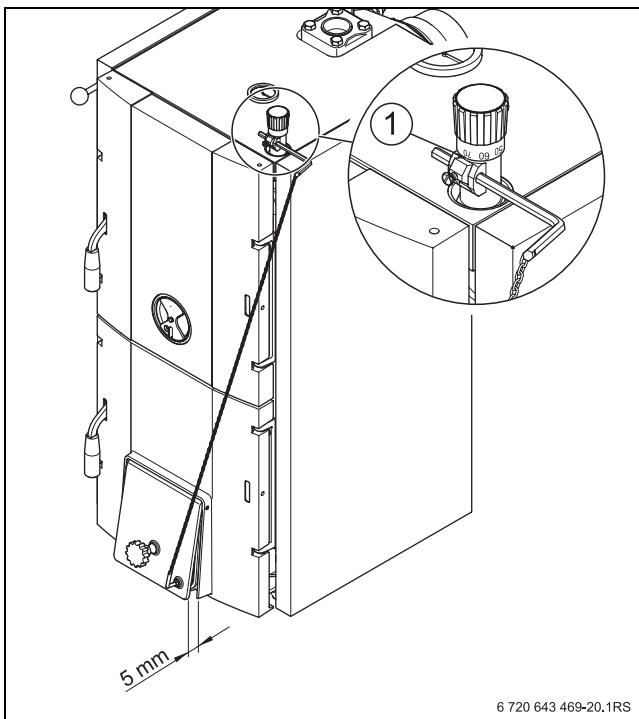

Рис. 26 Настройка регулятора горения
- Установите регулятор горения на красную метку (85°C) (→ рис. 26). Регулировка производится по красной шкале регулятора.